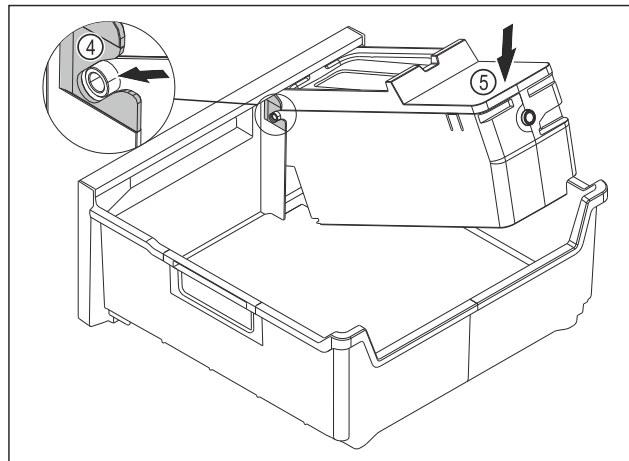

Fig. 109
- Montáž korpusu EasyTwist-Ice: Osi korpusu EasyTwist-Ice zasuniete do vedení Fig. 109 (4).
- Zatlačte korpus EasyTwist-Ice Fig. 109 (5) zozadu smerom nadol.